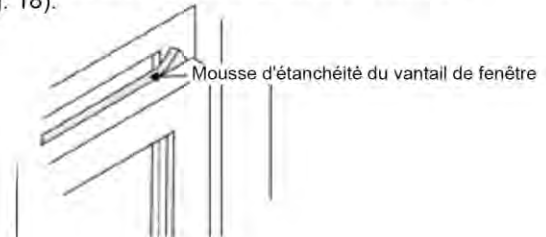

Fig. 18
1. Découpez la mousse d'étanchéité du vantail pour qu'il s'adapte à la largeur de la fenêtre. Insérez dans l'espace entre les vantaux supérieur et inférieur (Fig. 18).